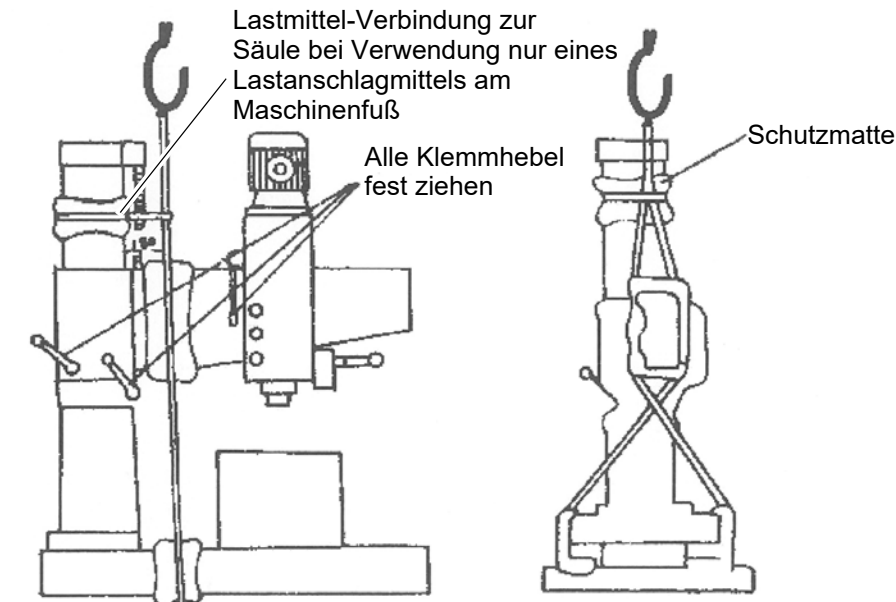

Abb.3-2: Anheben
- Lastanschlagmittel unter dem Maschinenfuß anbringen. Entweder 2 Lastanschlagmittel unter dem Maschinenfuß verwenden, oder nur einen Lastanschlag mit zusätzlicher Verbindung zur Säule wie in  „Abb.3-2: Anheben“ auf Seite 24 dargestellt. Maßgebend ist die Belastungsgrenze Ihrer verwendeten Lastanschläge.
- Befestigen Sie die demontierte Transportsicherung (1) wieder am Ausleger.